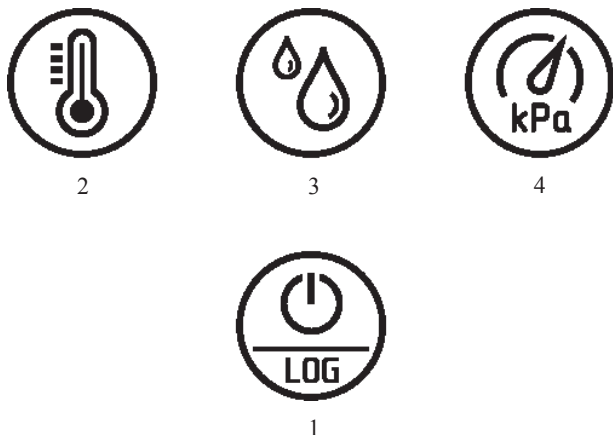

Рис.2 – Кнопки управления.
5.5 Включение прибора и его отключение производится однократным нажатием кнопки ВКЛ./ВЫКЛ. (1, Рис.2).
По умолчанию, после включения прибора запускается циклический режим работы. Для перехода в режим быстрых измерений достаточно выбрать желаемый измеряемый параметр нажатием на соответствующую кнопку (2–4, Рис.2). При этом на экране прибора начнет мигать размерность измеряемого параметра, что символизирует о том, что в данный момент запущен режим быстрых измерений. Для выхода из данного режима необходимо нажать на две секунды кнопку (2–4, Рис.2), соответствующую текущему измеряемому параметру. Мигание размерности прекратится, и прибор перейдет в циклический режим. Прибор, находясь в режиме быстрых измерений и если не было нажатий на кнопки, автоматически, через 60 минут, перейдет на циклический режим измерения и отображения данных.
Запуск регистратора данных осуществляется через специальное меню, войти в которое можно, зажав у включенного прибора на несколько секунд кнопку LOG (1, Рис.2). На экран прибора будет выведено текущее состояние даталоггера (Рис.4). Если регистратор включен, то на экране прибора отобразится символ “Lr_On” (а, Рис.4); если выключен – “Lr_OF” (б, Рис.4). Если внутренняя память прибора полностью заполнена, то на экране прибора отобразится символ “FULL” (в, Рис.4). Одинокое нажатие на кнопку LOG приводит к смене текущего состояния регистратора
7.3 Включите прибор однократным нажатием на кнопку включения прибора (1, Рис.2). После включения прибор перейдет в режим измерения температуры (Рис.3, а).
7.4 Для перехода в режим измерения влажности (Рис.3, б) или в режим измерения атмосферного давления (Рис.3, в) нужно нажать на соответствующую кнопку смены режима измерения (Рис.2).